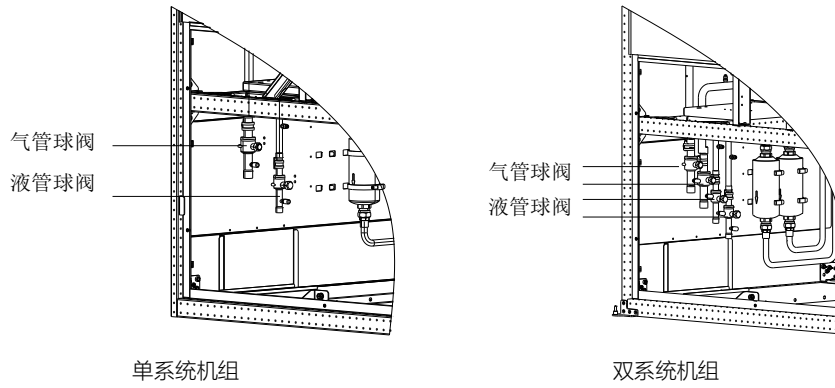

图3-13 气管与液管球阀位置
- 2、以焊接方式连接铜管。室内机气管与液管连接的球阀如图 3-13 所示。在球阀附近的机组底板和侧板上贴有较多的注意和指引标签。焊接前注意在球阀上包上湿布，焊接时注意不要烧掉标签。